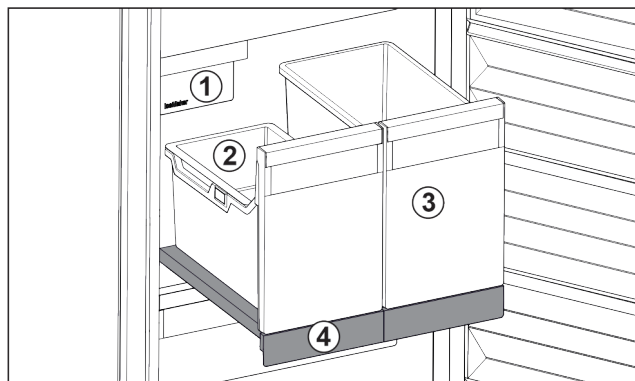

Fig. 122 Izvlečna polica z IceTower
Na izvlečni polici sta dve visoki posodi (IceTower). V posodi Fig. 122 (2) se zbirajo in skladiščijo ledene kocke iz IceMaker. Posoda Fig. 122 (3) je primerna za shranjevanje višjih živil, kot so pice ali alkoholne pijače.